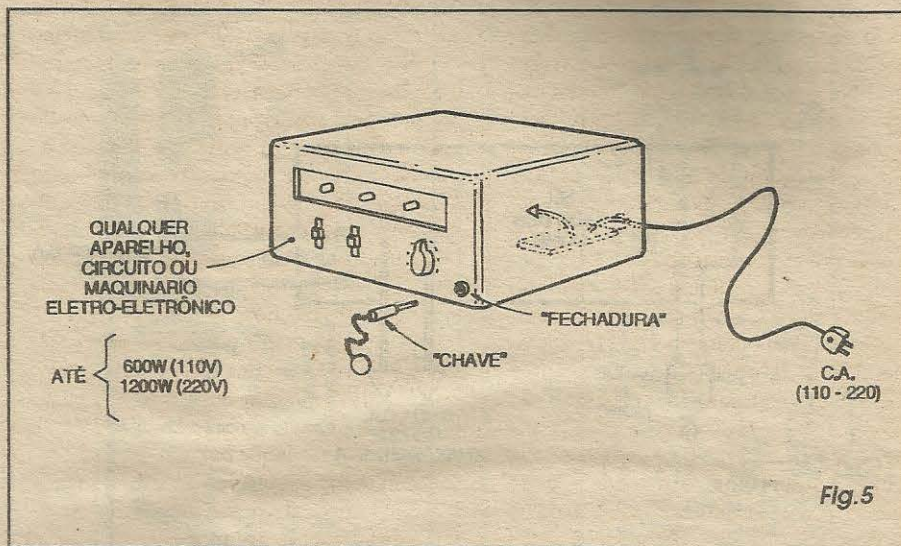

Fig. 5
- FIG. 5 - UMA POSSIBILIDADE PRÁTICA DE UTILIZAÇÃO DO SEL... - Se, por exemplo, o caro leitor/hobbysta pretender restringir o uso de determinado aparelho eletro-eletrônico, de maneira que ninguém mais possa acionar (ligar-desligar...) o dito aparelho, a figura dá uma boa idéia geral de como isso pode ser conseguido com o SEL... Basta enfiar a plaquinha do SÓ EU LIGO lá dentro do
O SENSOR DE SEGURANÇA CONTRA INCÊNDIO, mostrado em APE 64, é um projeto que venho procurando há muito tempo (inclusive já fiz algumas tentativas, de minha própria invenção, mas nenhuma com resultados totalmente positivos...). Realizei a montagem, experimentalmente (antes de partir para a versão definitiva...) e comprovei o funcionamento, porém com alguns probleminhas que agora relato, na esperança de que vocês possam me auxiliar a resolvê-los... Estou mandando um desenho de como acomodei os diodos sensores numa calha metálica, para recolher e sentir o calor... Depois de cuidadosamente calibrado, o circuito realmente funcionou, mas estou achando que a sensibilidade ficou muito reduzida, já que necessita de certa proximidade da fonte de calor, para efetivo disparo... Na verdade, para as aplicações que pretendo, haveria a necessidade do circuito realmente perceber o calor numa distância maior, e mais rapidamente, o que não está ocorrendo no meu protótipo... Não consegui obter aquela parábola refletora indicada no artigo (fig. 5, pág. 7, APE 64)... Será que se o refletor/concentrador de calor não for exatamente conforme descrito, o SESCO não funcionará...? Além disso, haverá alguma maneira de tornar maior a própria sensibilidade do circuito...? Agradeço por qualquer auxílio que possam me dar, através do **CORREIO** (eu espero...) - Noemir C. de Souza - Recife - PE